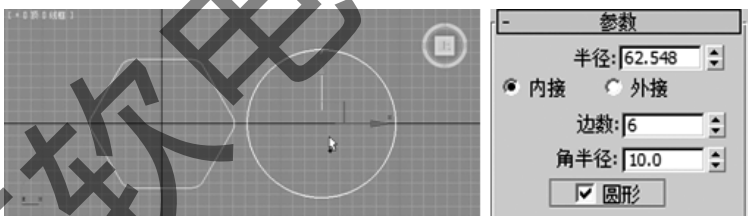

图 4-60 创建多边形和圆形
Step2: 复制多边形, 将复制出来的多边形修改参数中的“圆形”勾选, 如图 4-60 所示。